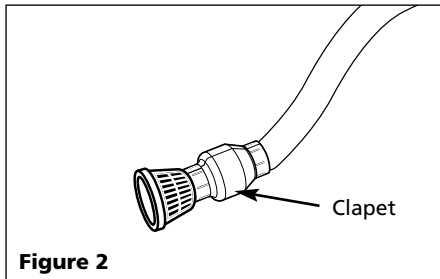

Figure 2
3. Il faut utiliser une soupape anti-retour dans la conduite d'aspiration pour maintenir la capacité d'auto-amorçage. S'il n'y en a pas, il faudra amorcer la pompe au début de chaque opération. Pour le meilleur fonctionnement de la pompe, il faudrait installer une soupape anti-retour à l'entrée de la conduite d'aspiration. (Figure 2).